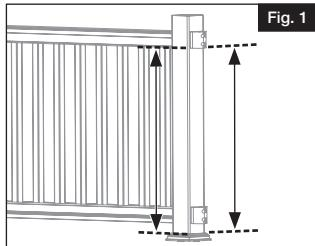

Fig. 1
- Dans le cas d'une rampe de 36 po (91,4 cm) de hauteur, couper le manchon au besoin et placer le gabarit d'installation de support en queue d'aronde contre le manchon de poteau directement sur le dessus de la garniture de base, et utiliser un élastique pour le maintenir en place (Fig. 1).
- Dans le cas du poteau où sera installé le support en angle, mesurer à partir du dessus de la garniture de base jusqu'à la partie inférieure de la main courante déjà installée (Fig. 1).
Fixer temporairement une planche de terrasse ($\frac{3}{4}$ po/31,8 mm) sur les marches de l'escalier pour déterminer l'espacement entre le nez des marches et la traverse inférieure (Fig. 1).